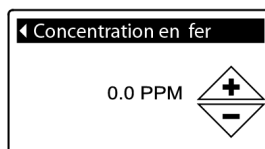

FIG.38
5. Appuyez sur SELECT (O) pour afficher l'écran **Concentration en fer** (Figure 38).